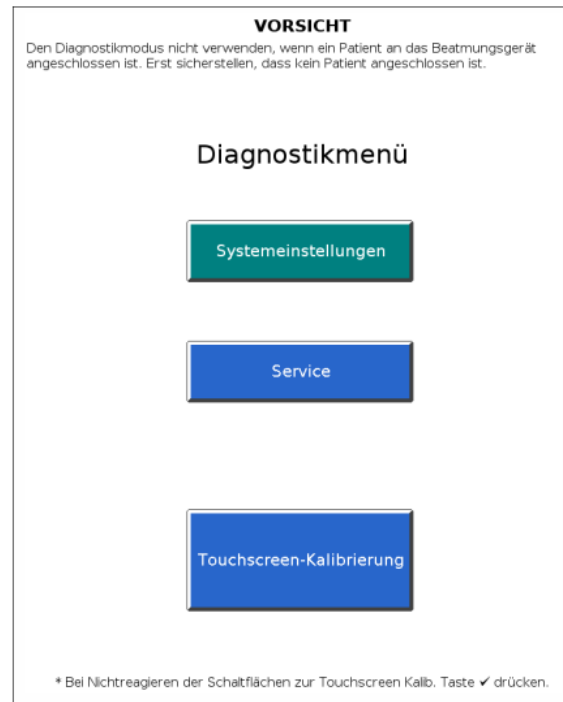

Abbildung E-1: Diagnostikmenü
- 3 Lösen Sie die Taste innerhalb von weniger als 5 Sekunden und drücken Sie wieder auf die Schaltfläche „Akzeptieren“. Der Bildschirm **Diagnostikmenü** (Abbildung E-1) wird angezeigt.